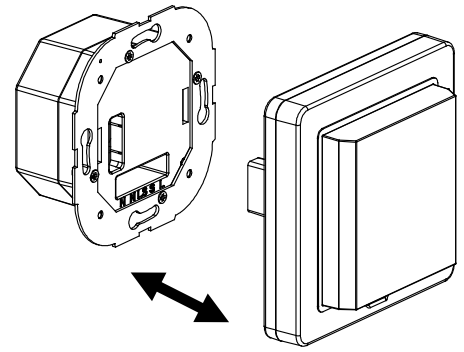

FIGURA 4
- (1) Desligue a corrente ou o interruptor que controla o circuito antes de iniciar a instalação.
- (2) O detector foi desenhado para ser encastrado numa cx de aparelhagem. Para instalar a unidade primeiro separe o corpo frontal da fonte de alimentação. (FIGURA 4)
- (2) Separe o corpo frontal da unidade fonte de alimentação. (FIGURA 4)